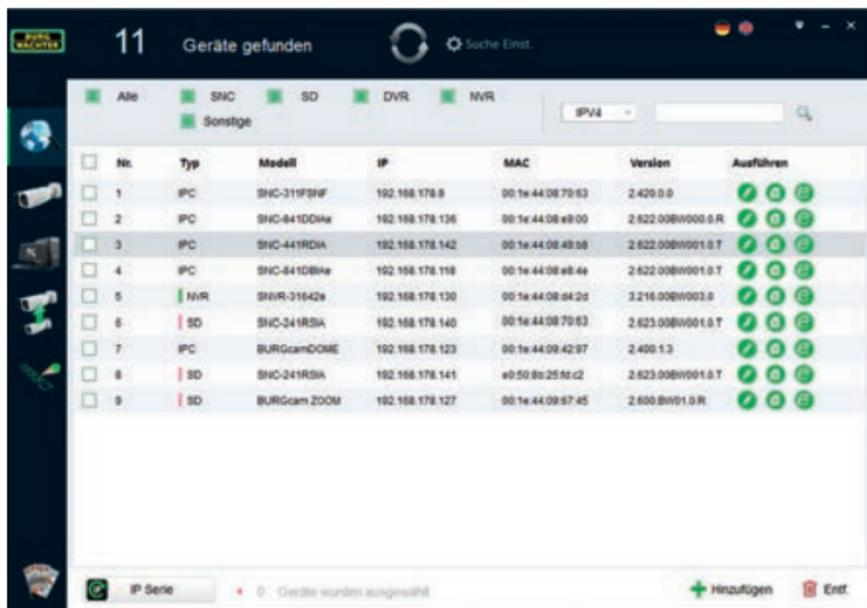

Abb. 1
Wählen Sie das gewünschte Gerät aus und klicken Sie auf das Browser Icon „“ (Abb. 1)
1. Tippen Sie auf „Geräte Manager“ -> „+“ -> „Kamera“ -> „WLAN Gerät“ -> „WLAN Verbindung“, um eine Verbindung zwischen der Kamera und dem Router per WLAN herzustellen (Abb. 1).